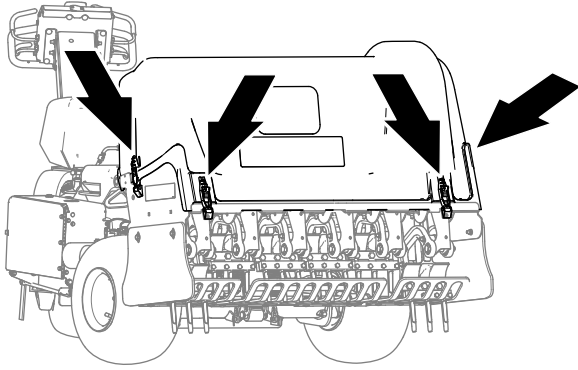
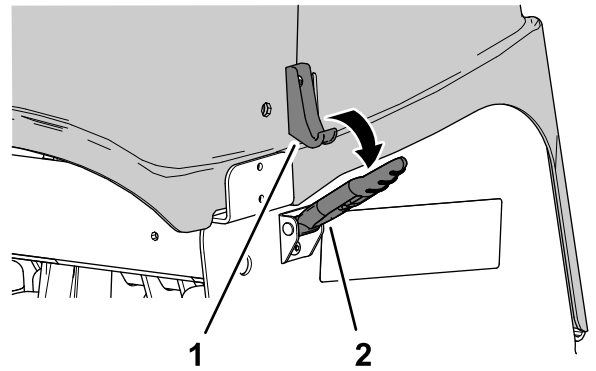

Figura 137
Figura 139
4. Desenganche la cubierta del cabezal de perforación en los 4 cierres (Figura 137 y Figura 139).